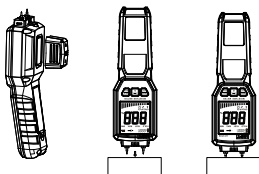

Abbildung 3
- 3) Entfernen Sie die Schutzabdeckung und die Silikonhülle; lagern Sie die Schutzabdeckung im hinteren Fach (Abbildung 3).
- 4) Setzen Sie die Prüfsonde senkrecht in den Prüfgegenstand ein. Die maximale Eindringtiefe entspricht der Grenzposition der Sonde (Abbildung 3).